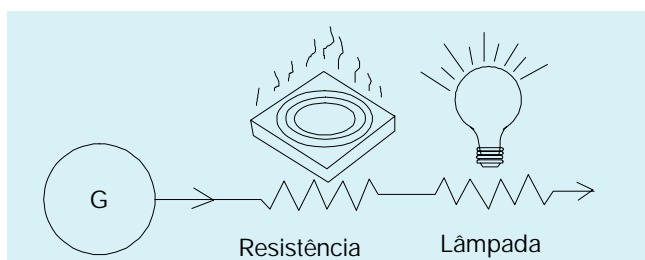

Fig. 1 - Potência ativa (kW)
- **Potência ativa:** Potência que efetivamente realiza trabalho gerando calor, luz, movimento, etc.. É medida em kW. A fig. 1 mostra uma ilustração disto.